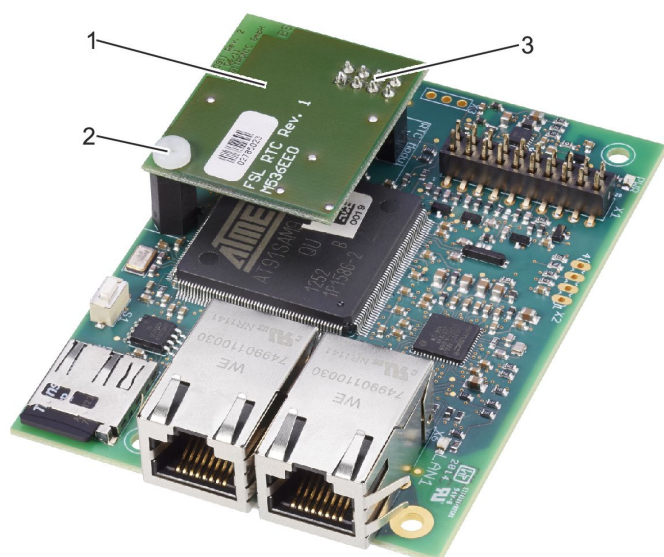

Fig. 47 : Retrait du module RTC
2. ▶ Retirez la vis de fixation (Fig. 47 /2) du module RTC (Fig. 47 /1).